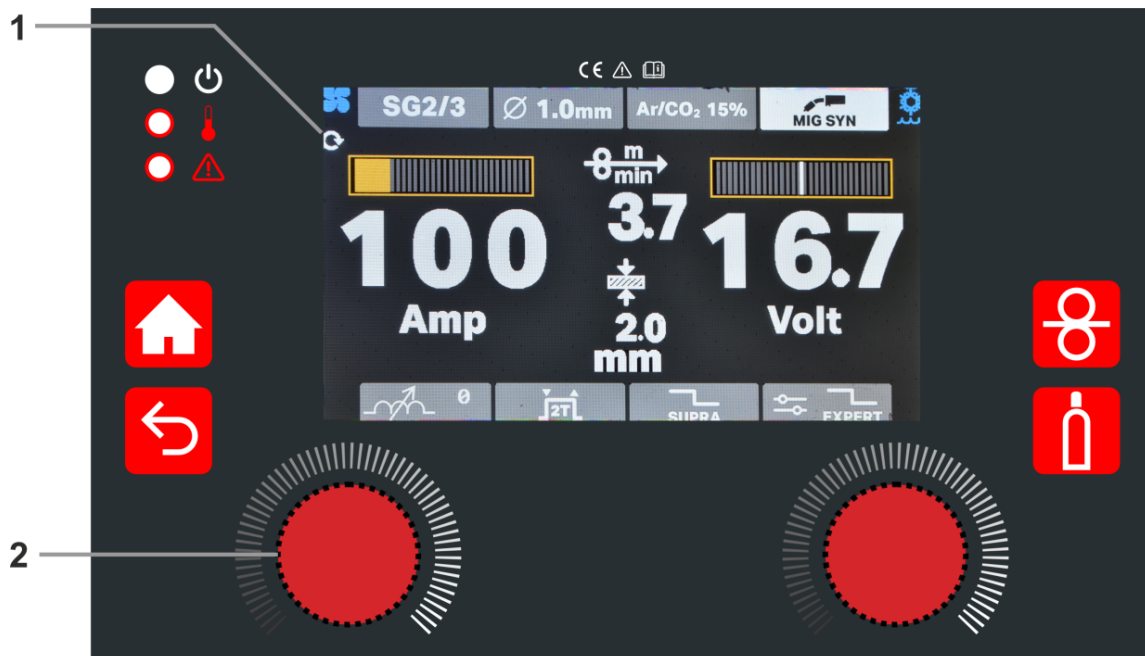

Fig. 18
- Para restablecer a los valores de fábrica el valor de un proceso de soldadura específico, pulse una vez el encoder lateral izquierdo (2 - Fig. 18), luego gire el mismo encoder hasta que el elemento de menú 1 (Fig. 18) se vuelva amarillo. Pulse y mantenga pulsado hasta que la opción de menú 1 (Fig. 18) se vuelva de nuevo blanca.